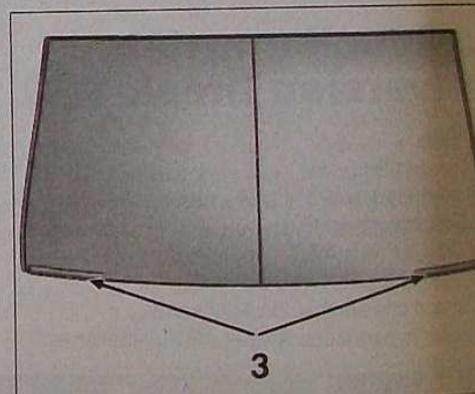

FIG. 83
- le connecteur de dégivrage (1) (de chaque côté).
- le connecteur (2) (antenne radio).
- Déposer les joints (3) (Fig.83).